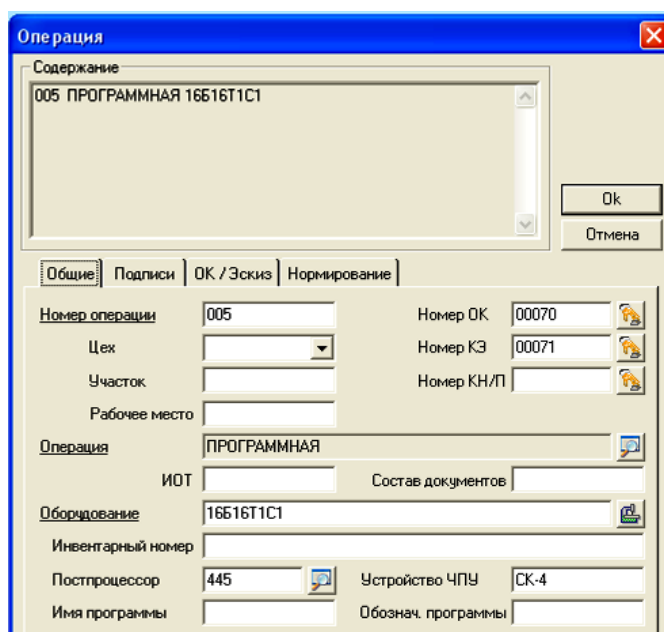
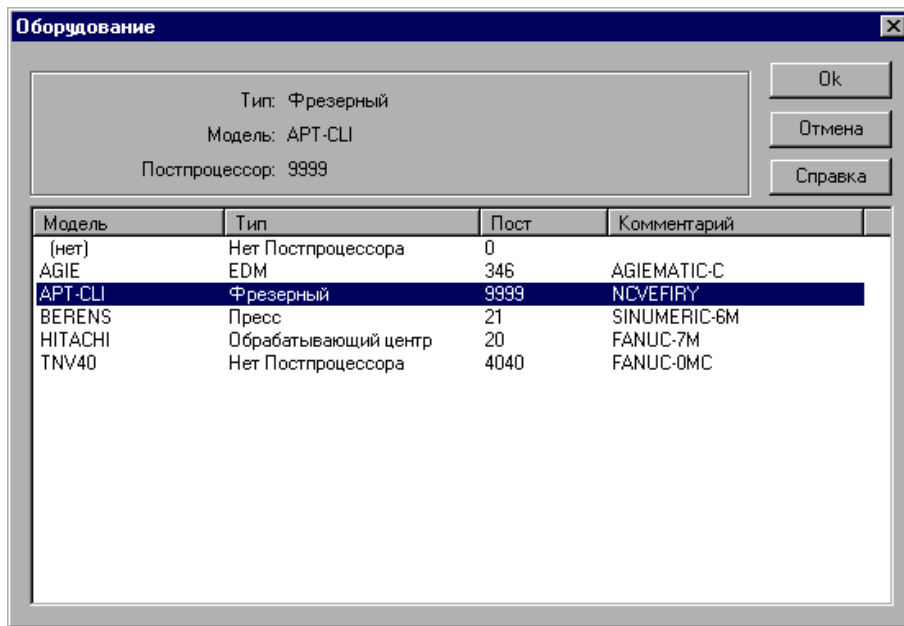

Рисунок 3.10 – Вибір обладнання
Рисунок 3.11 – Список обладнання
1. Натисніть кнопку «Станок»  у вкладці «Операция» (рис. 3.10). З'явиться діалог «Оборудование» (рис. 3.11).